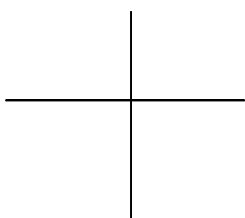

图 3-72 绘制中心线
- 02 选择菜单【绘图】|【直线】命令，绘制长为 140 的两条中心线，结果如图 3-72 所示。